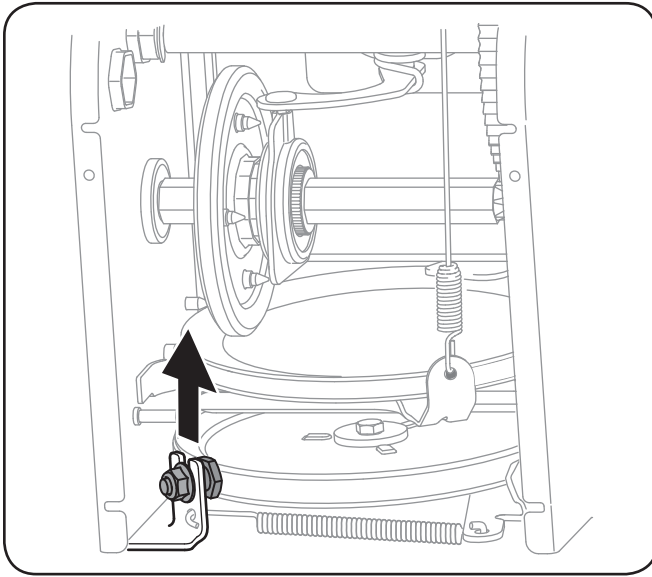

Figura 7-4
6. Afloje y retire el perno con reborde que actúa como guardacorrea. Consulte la Figura 7-4.